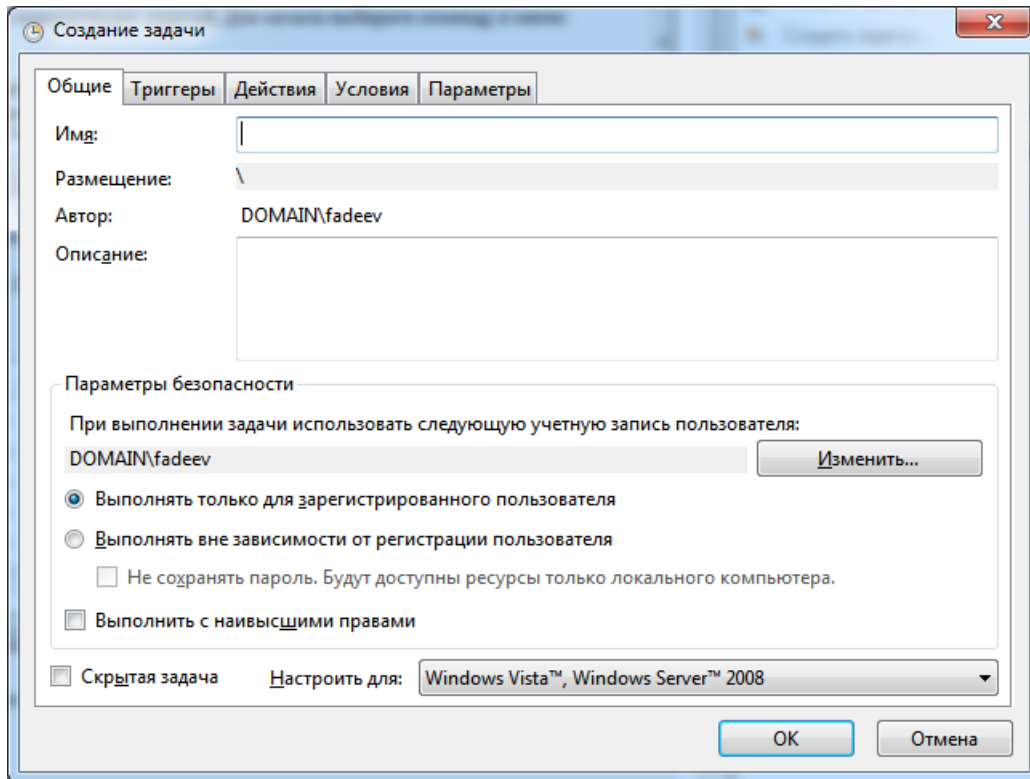

Рисунок 3.21 - Окно "Создание задачи"
3. Далее откроется окно "Создание задачи", которое состоит из вкладок Общие, Триггеры, Действия, Условия и Параметры (см. рис. 3.21). Необходимо выполнить настройки во всех данных вкладках.